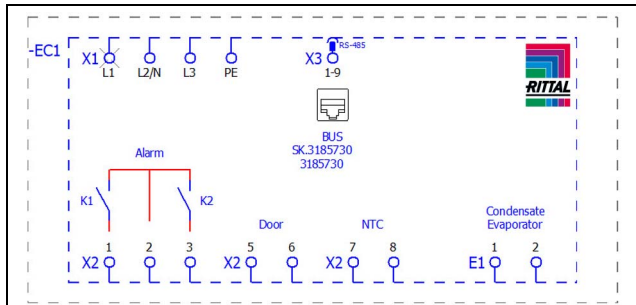

Imagen 11: Esquema de conexiones 3485730
- Utiliza el conector de red de la bolsa de accesorios y realice la alimentación a red según el esquema de conexión correspondiente (imagen 11).